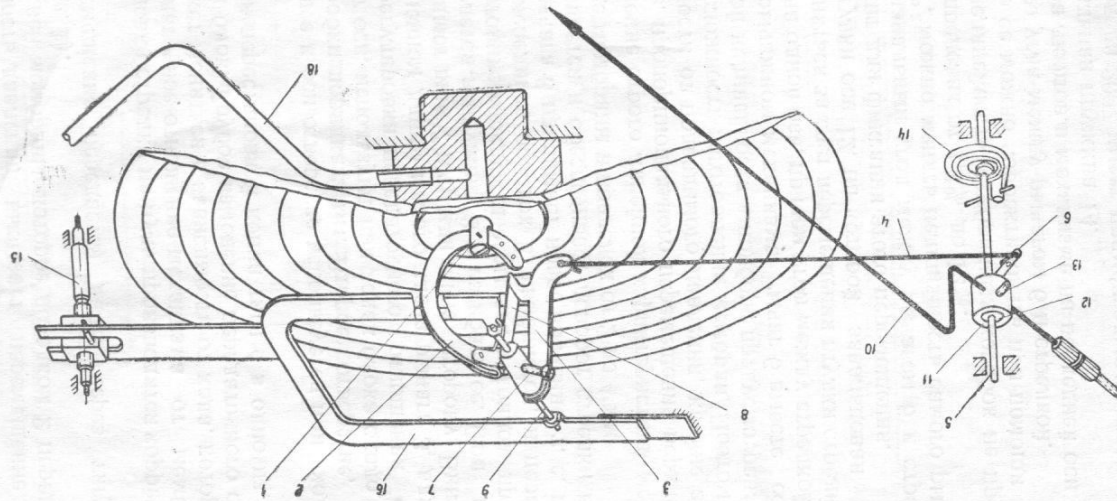

Рис. 1. Кинематическая схема татонапоромера.
12. Измеряемое плюсовое давление подводится к штуцеру, соединенному с внутренней полостью мембраны трубкой (см. рис. 1).
13. Разность давлений вызывает перемещение жесткого центра верхней мембраны, которое поводом 2 передается на рычаг 3 (рис. 1).